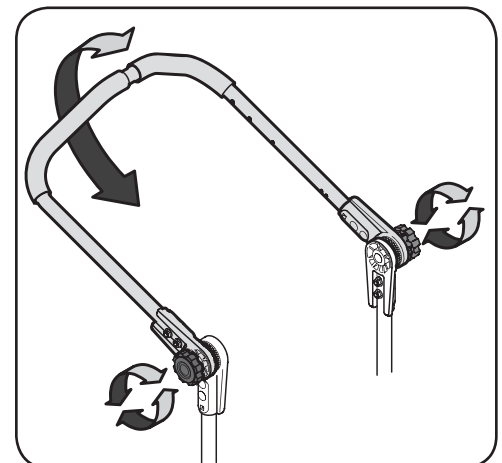

Figure 4-3
1. Desserrez le bouton de chaque côté de la poignée en le tournant vers la gauche jusqu'à ce que la poignée puisse pivoter. Voir Figure 4-3.
2. Relevez la poignée à la hauteur souhaitée. Voir Figure 4-3.
3. Resserrez les deux boutons en les tournant vers la droite jusqu'à ce qu'ils soient bien serrés. Assurez-vous que les dents s'enclenchent bien. Voir Figure 4-3.